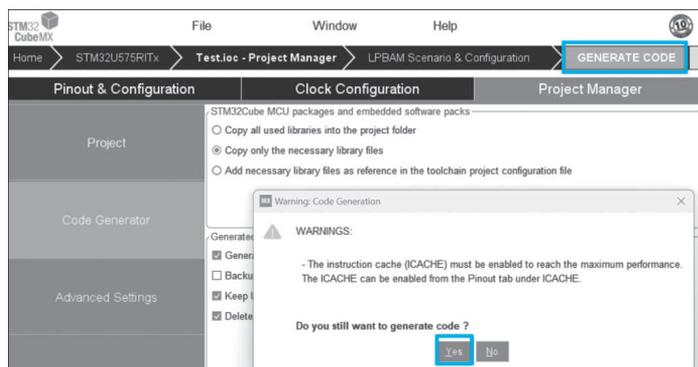

图 3.40 ICACHE 使能提示
(6) 单击 GENERATE CODE 按钮。由于 STM32U5 系列支持 ICACHE(Instruction Cache)指令缓存技术,所以会弹出警告对话框提示没有使用 ICACHE。如果不使用高速外设,单击 Yes 按钮即可,如图 3.40 所示。